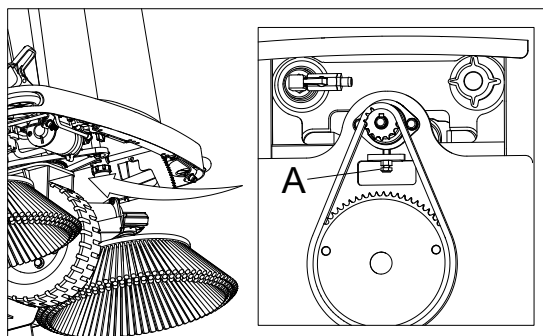

Figura 40
4. Cuando la rueda delantera esté floja, ajuste el tornillo de ajuste de la cadena de la rueda (A, Figura 40) en la parte delantera de la máquina para asegurarse de que la cadena de la rueda esté bien apretada.